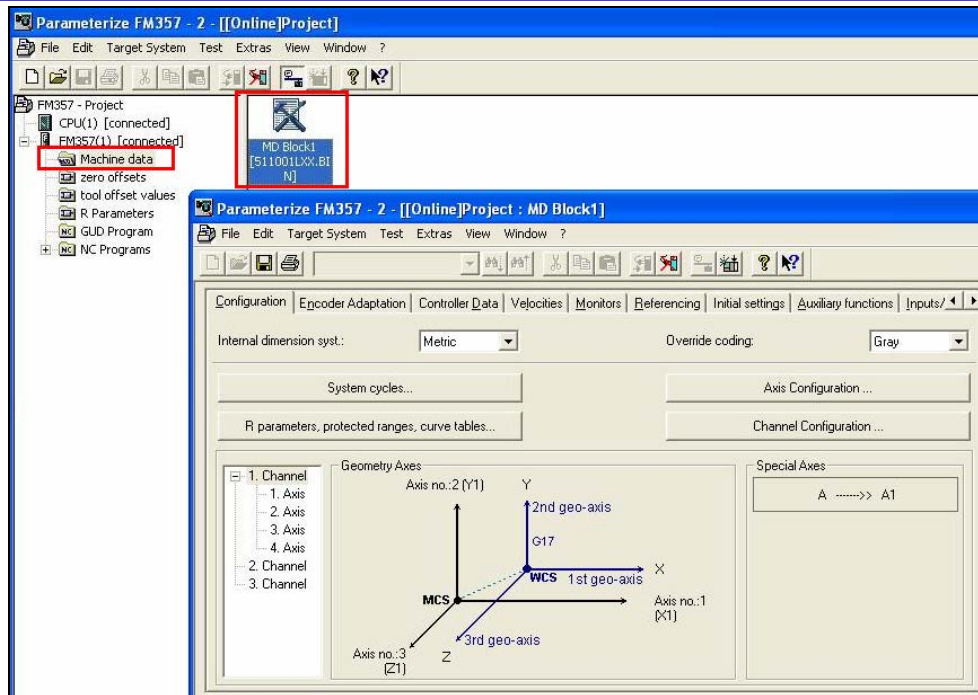

图 7 打开 MD Block
3) 进入机器数据编辑界面。选中 **Machine Data**, 点击 **MD Block** (图 7)。